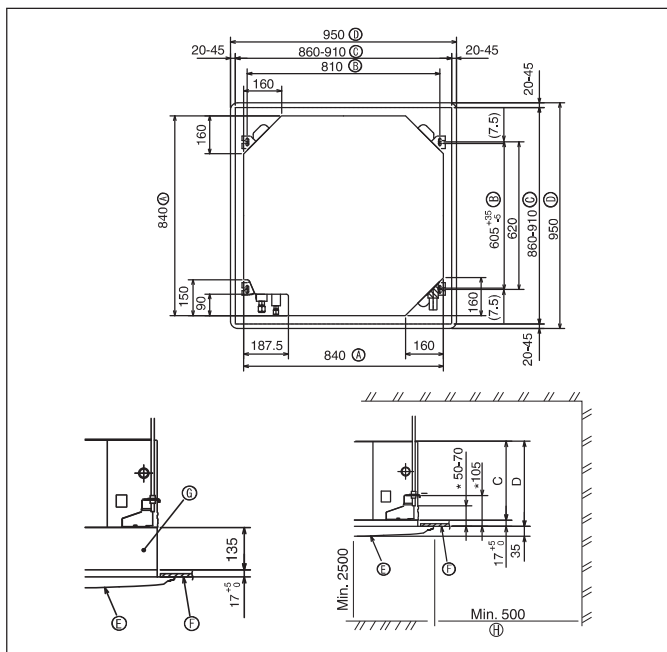

Fig. 3-2
① แผ่นแบบในการติดตั้ง	1
② วงแหวนสวมเกลียว (พื้นฉนวน) วงแหวนสวมเกลียว (ไม่ได้พื้นฉนวน)	4
③ ปลอกท่อ (สำหรับข้อต่อท่อน้ำยา) เส้นผ่าศูนย์กลางขนาดเล็ก เส้นผ่าศูนย์กลางขนาดใหญ่	1
④ สายรัด	8
⑤ สกรูพร้อมวงแหวน (M5 x 25) ใช้สำหรับติดตะแกรง	4
⑥ ข้อต่อท่อน้ำทิ้ง	1
⑦ ฉนวน	1
3.2. การเจาะช่องและสถานที่สำหรับติดตั้งเครื่อง (Fig. 3-2)
- * ความกว้างของช่องเปิดของเพดานนั้นต้องให้อยู่ในเกณฑ์บังคับ ซึ่งแสดงอยู่ใน Fig. 3-2 โดยให้จุดกึ่งกลางของตัวเครื่องตรงกับช่องเปิดของเพดาน และควรแน่ใจว่าช่องว่างสำหรับฝังตรงข้ามของทุกด้านนั้นห่างเท่ากัน